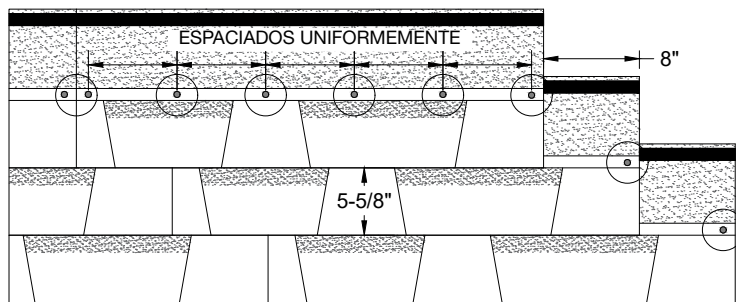

Figura 8 - Patrón de sujeción de 6 clavos para tejas laminadas
Existen dos métodos que pueden utilizarse para la sujeción; en ambos, los sujetadores exteriores deben colocarse en el área de clavado aproximadamente a 1" (25 mm) de cada borde. El primer método también tiene los cuatro (4) sujetadores restantes colocados en el área de clavado y espaciados uniformemente entre ellos (vea la Figura 8).